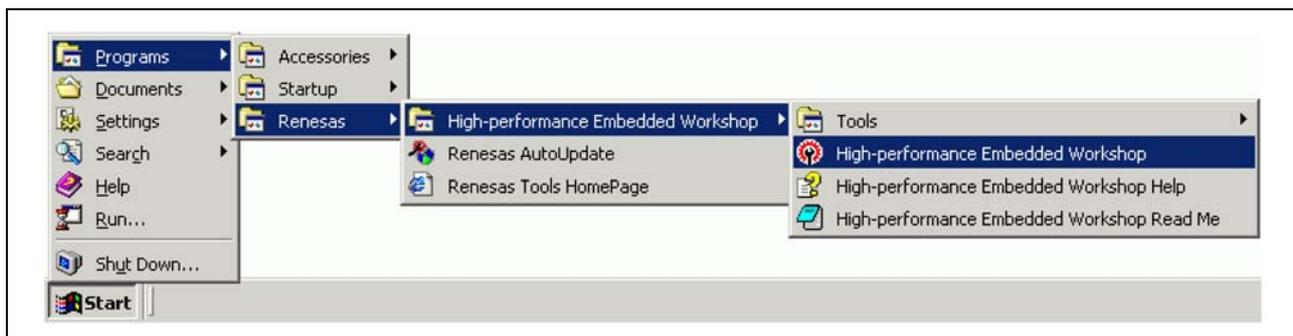

图 2.11 [Start]（开始）菜单
4. 从 [Start]（开始）菜单中的 [Programs]（程序）启动 HEW（图 2.11）。